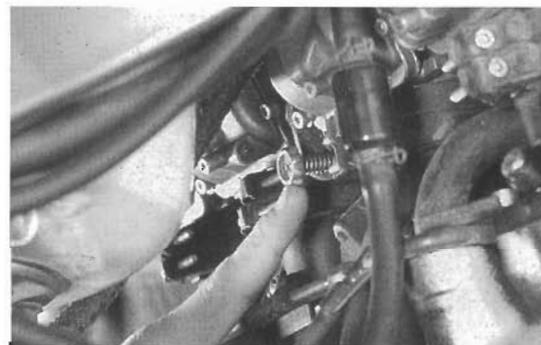

Bild 32
- Leerlaufdrehzahl durch ein- oder ausdrehen der Anschlagsschraube (Bild 32) auf 1000 50/min einstellen.